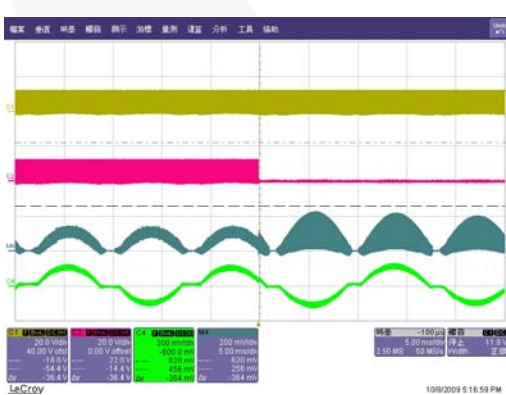
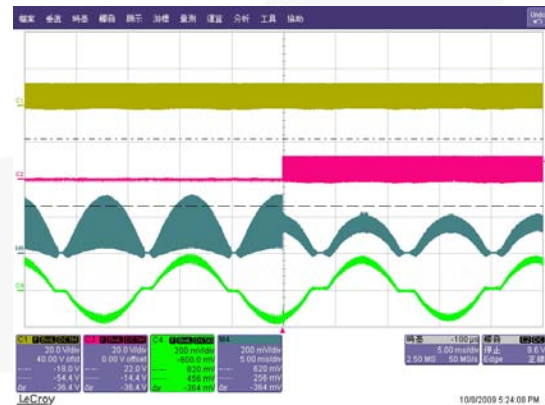

图 25. 切相和线路电流
图 26. 相位叠加和线路电流
11. 图 25和图 26分别显示的是两个电感的电流之和以及切相和相位叠加时的线路电流。如图所示，相位管理功能未明显改变线路电流波形。